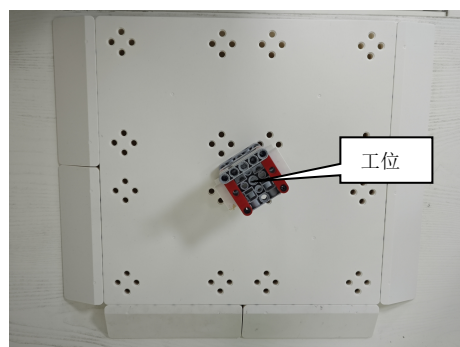

图8 “工位”搬运至“装配工作台”上
4.4.4 若“工位”被成功放置在“装配工作台”上，且与场地无接触，则记 30 分；如图 8 所示。